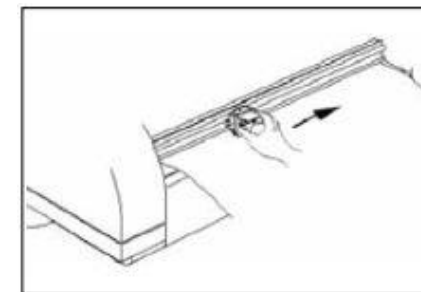

Рис.1
1) После процесса ламинирования , передвиньте резак к центру места где необходимо сделать разрез. (Рис.1)